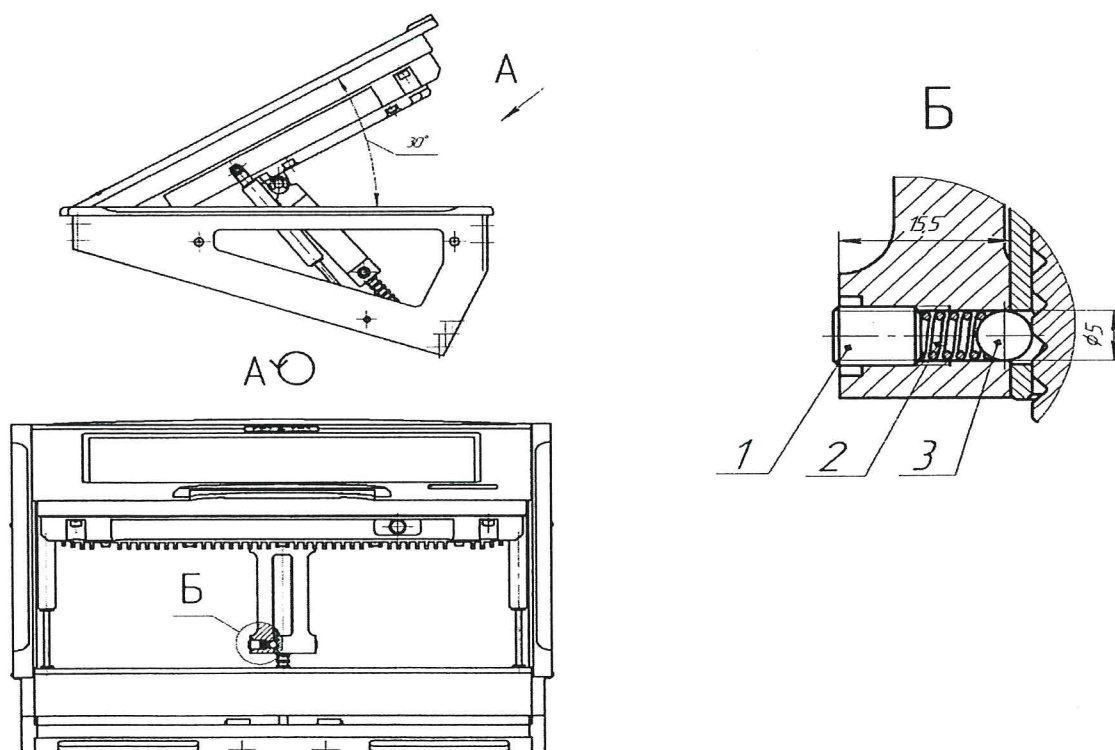

Рисунок 1
3.2.3 Вывернуть установочный винт (Рисунок 1, вид Б, поз.1) используя ключ.
3.2.4 Извлечь пружину (Рисунок 1, вид Б, поз.2) при помощи пинцета. Шарик (Рисунок 1, вид Б, поз.3) извлечению НЕ ПОДЛЕЖИТ.